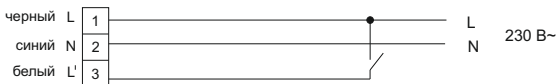

Рисунок 3
5.2 Непостоянный аварийный режим работы (рисунок 3):
- фазный некоммутированный проводник сети – подключить к чёрному контактному зажиму (L);
- нейтральный проводник сети – подключить к синему зажиму (N).